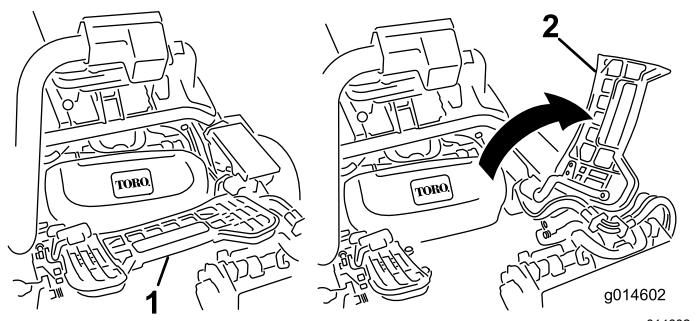

Figura 43
1. Levante o apoio de pé e incline-o para aberto, permitindo o acesso à posição da unidade de corte central (Figura 43).